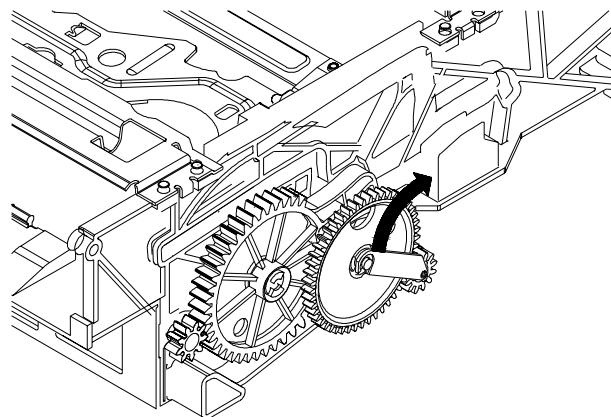

Figure 10-2
Le montage/démontage du porte cassette peut se faire dans toutes les positions de la mécanique, à l'exception de la position EJECT. (Assurez-vous que les pignons de chargement cassette (pos. 103/105) sont libres de tout mouvement et que, si présent sur la mécanique, la dent de blocage 2 (Pos.105) est positionnée vers l'arrière) (voir figure 10-2).